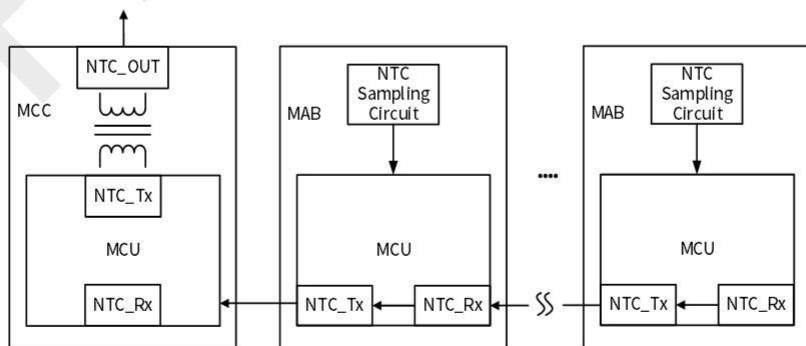

图 10 分布式 NTC 采样电路拓扑
对于 Infineon XHP_2, Mitsubishi LV100, Hitachi Linpak 等封装模块, 其内部集成了负温度系数电阻 (NTC) 其中一端与模块下桥臂源极 (S) 相连接, 需要进行隔离采样。为此 Firstack 开发了分布式 NTC (DNTC) 采样电路, 从第一个 MAB 采样到 MCC 或最后一个 MAB, 在传输过程中, 温度信息将被保存并依次传输到下一个微控制器, 最后一个微控制器将根据软件的选择传输所有温度或最高温度信息上报给上位机, 便于用户检测运行状态和优化散热结构。图 10 介绍了该电路的基本拓扑结构, 这种新设计有几个优点: